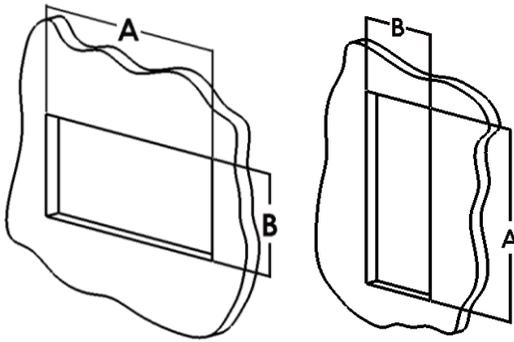

Figure 1
- Coupez l'ouverture du mur extérieur requis pour votre système de ventilation, consultez la figure 1.
7. Placez la fournaise et coupez une ouverture dans le mur externe tel qu'affiché dans la figure 1.